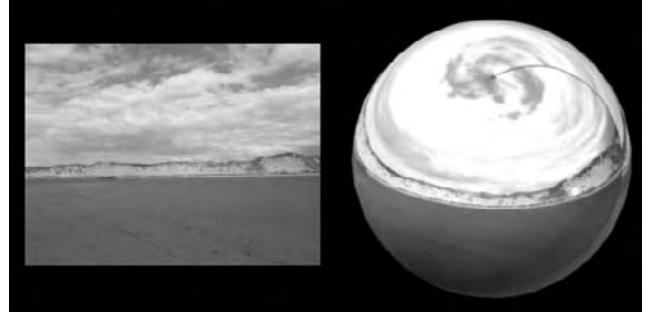

Fig.9.38
- **Textures de réflexion** (Reflection Map) : il s'agit d'une texture d'environnement qui permet de simuler une scène réfléchiée à la surface d'un objet brillant (fig.9.38). Pour obtenir un rendu de qualité des textures de réflexion, le matériau doit être brillant et l'image bitmap de réflexion proprement dite doit avoir une résolution élevée (au moins 512 sur 480 pixels). Cette option n'est pas disponible pour les gabarits Réaliste et Métal réaliste.